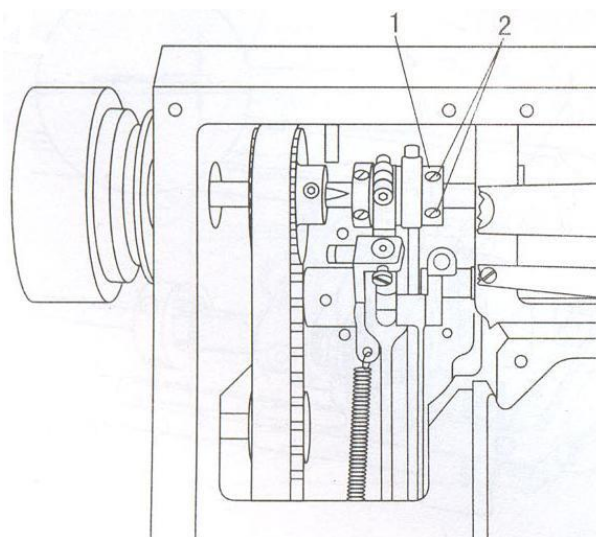

Рис. 16
16. Регулировка положения нижней зубчатой рейки (Рис. 16)